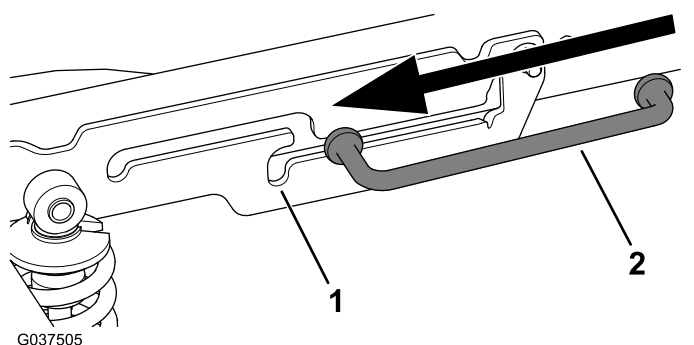

Figure 7
- Insérez l'extrémité courte de la béquille dans la fente de verrouillage (Figure 7).